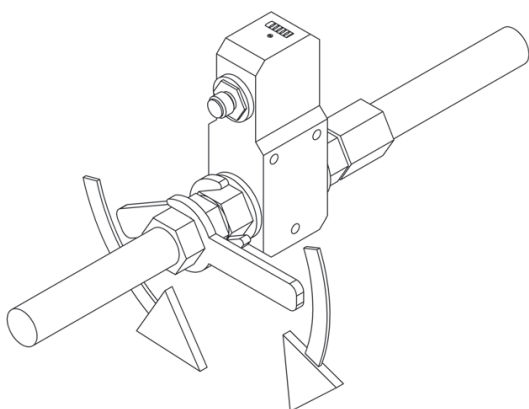
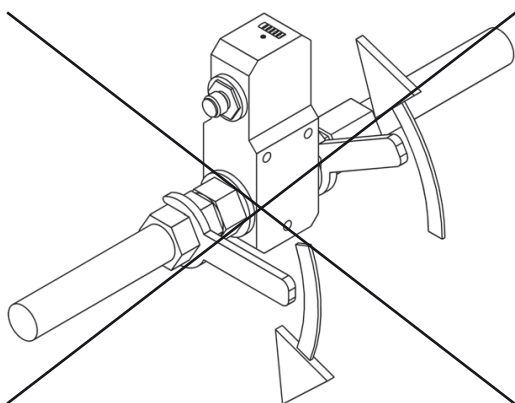

Fig. 7: Esempio di forze di taglio
Fig. 8: Esempio negativo di forze di taglio
Nel montaggio e in esercizio assicurarsi che non si verifichino forze di taglio tra i raccordi di processo del sensore (vedere Fig. 7).
- Nel montaggio e in esercizio assicurarsi che non si verifichino forze di taglio (vedere Fig. 7 e Fig. 8).